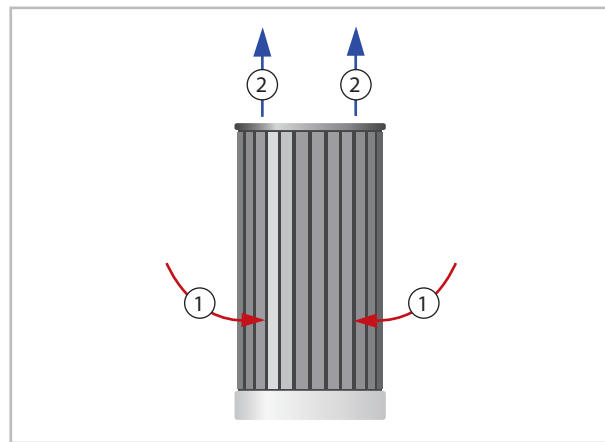

Abb. 22: Luftansaug und Luftausblas beim Außenmodul
- Der Luftansaug erfolgt im unteren Bereich im Lamellenwärmetauscher. Der Luftausblas erfolgt senkrecht nach oben (Abb. 22).